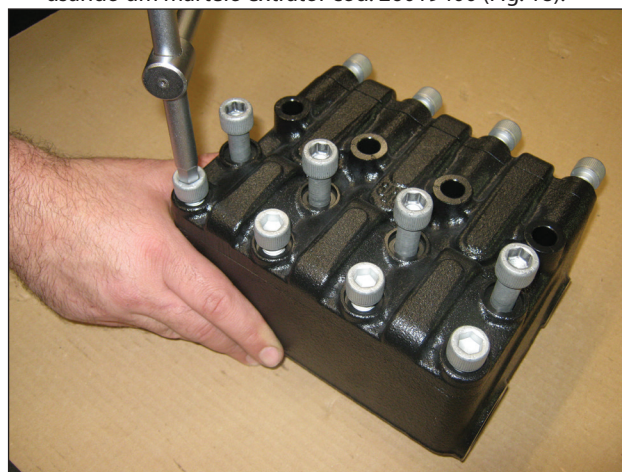
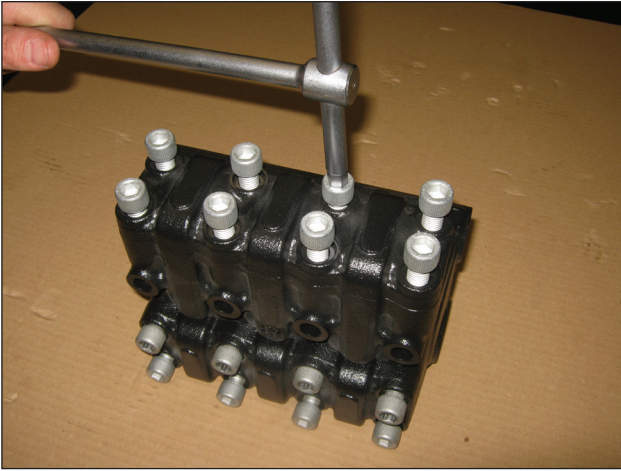

Fig. 16
Fig. 17
- Desaperte os 4 parafusos M12x130 e 4 parafusos M12x45 de fixação da tampa das válvulas de aspiração e os 8 parafusos M12x35 de fixação da tampa da válvula de descarga (Fig. 16 e Fig. 17);